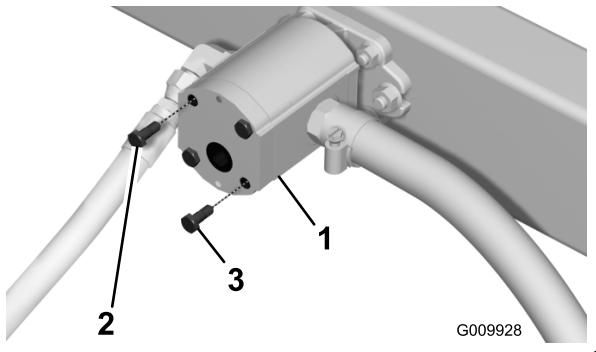

Рисунок 5
- Снимите верхний левый и нижний правый винты с плиты установленного насоса (Рисунок 5).